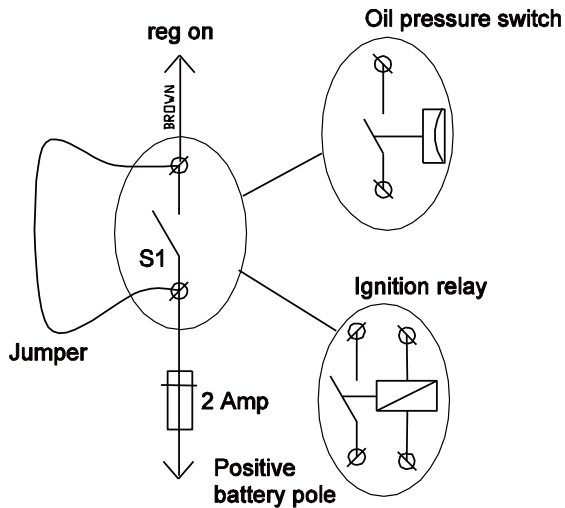

Abbildung 17: Überbrückung von Schalter S1
- 2 Setzen Sie den [Reg on]-Anschluss unter Strom, indem Sie entweder das Zündschloss einschalten (MOTOR NICHT ANLASSEN) oder den Schalter S1 überbrücken (siehe Abbildung 17). Prüfen Sie, ob die 3 gelben LEDs zu blinken beginnen. Nach ca. 10 Sekunden leuchtet die gelbe Bulk-LED auf.